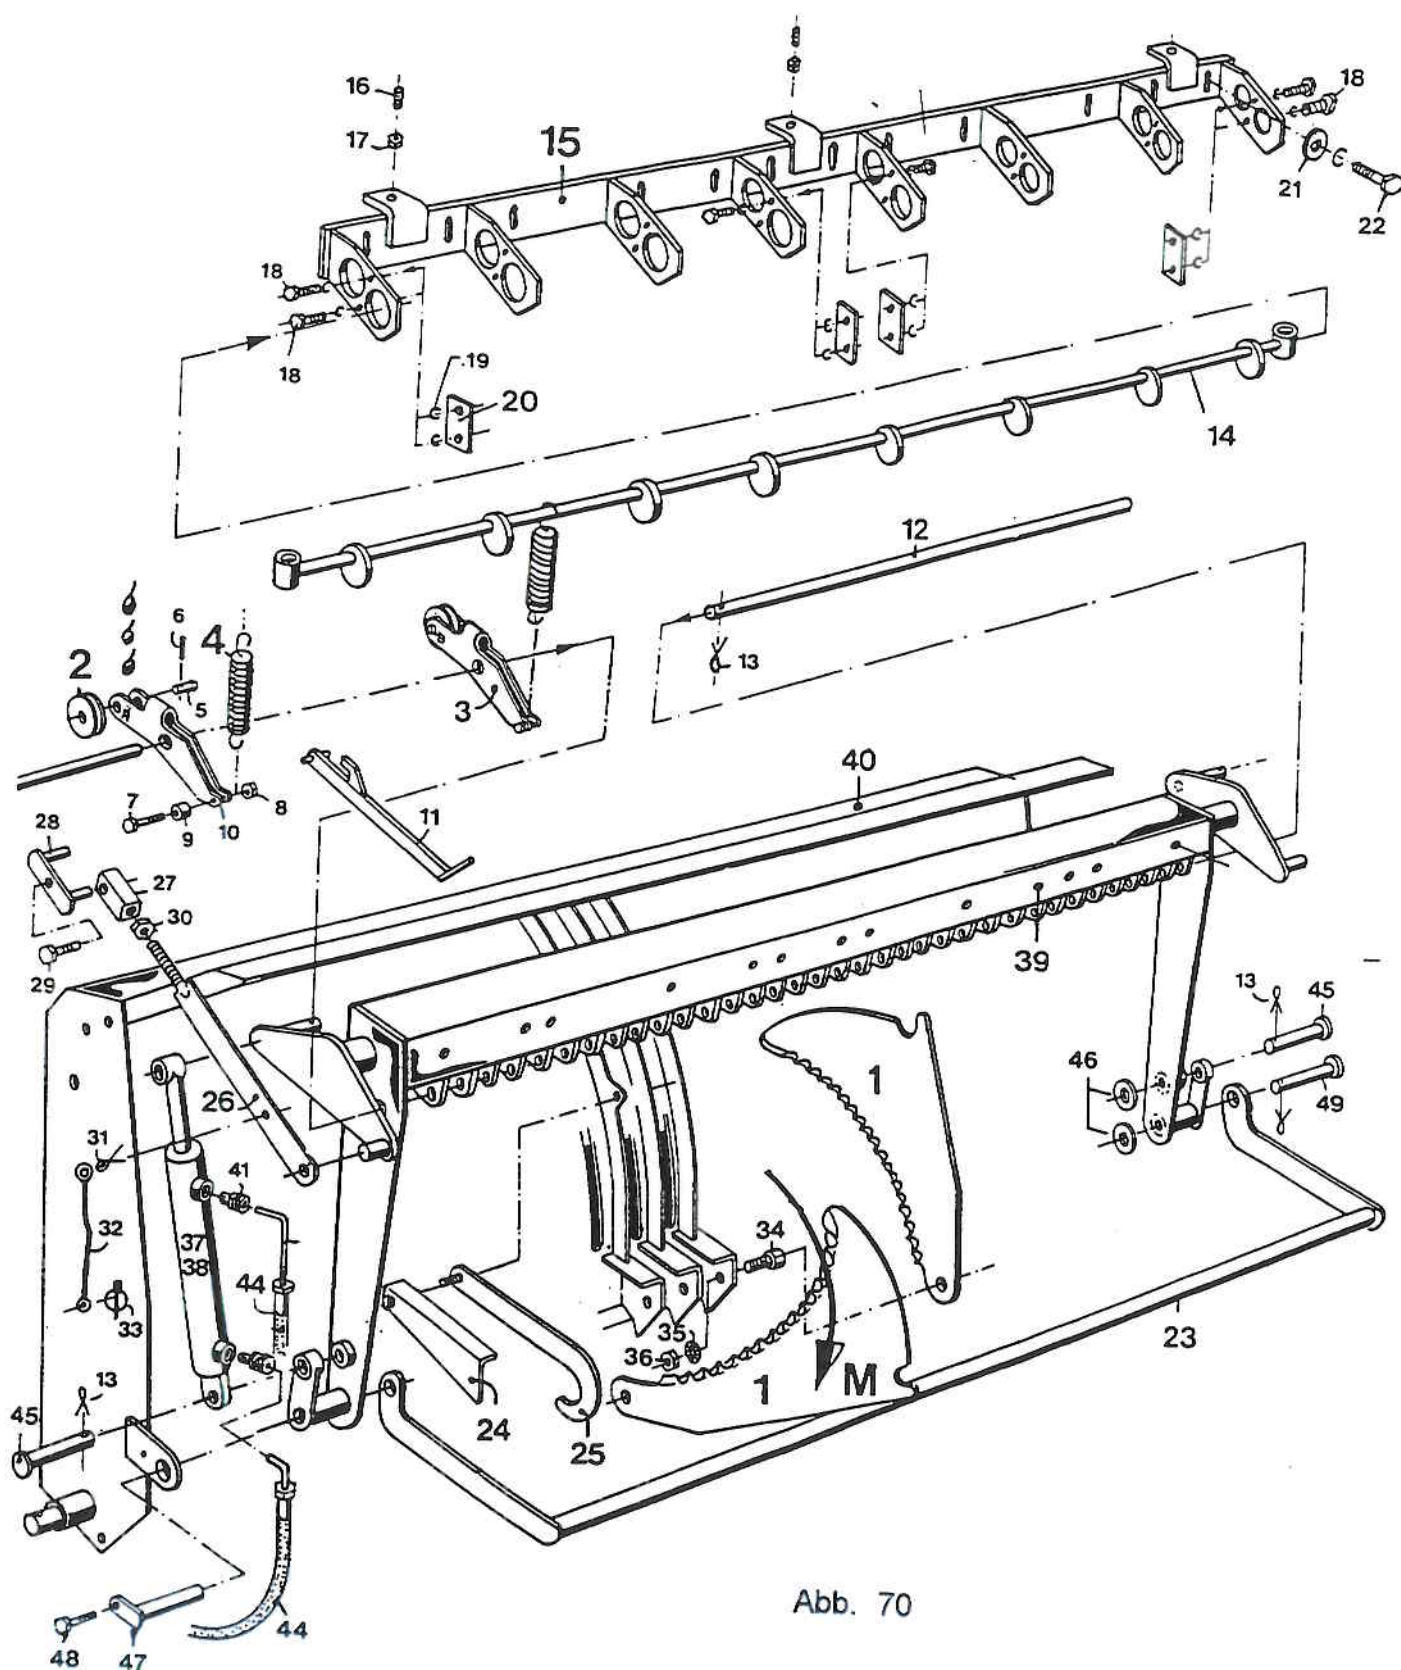

Abb. 70
Der Schneidwerkrahmen Pos. 39, Abb. 70, ist hydraulisch ausschwenkbar. Jedes einzelne Messer ist durch den federbelasteten Steuerhebel Pos. 3 gegen Fremdkörper gesichert.
- B Bolzen 34 der unteren Messeraufhängung prüfen, Abb. 70
Der gesamte Messerbalken mit eingebauten Messern kann über die Spannschraube 26, Abb. 70 zum Förderrotor eingestellt werden. Der Abstand zum Rohr sollte 7 mm betragen. Die Messer dürfen das Rohr nicht berühren - Förderrotor daher runderdrehen und Abstand prüfen.
- durch den Futterstrom werden 18 Messer aus dem Kanal gedrängt. Der Rohrbügel 23, Abb. 70 dient als Fangbügel für die Messer.